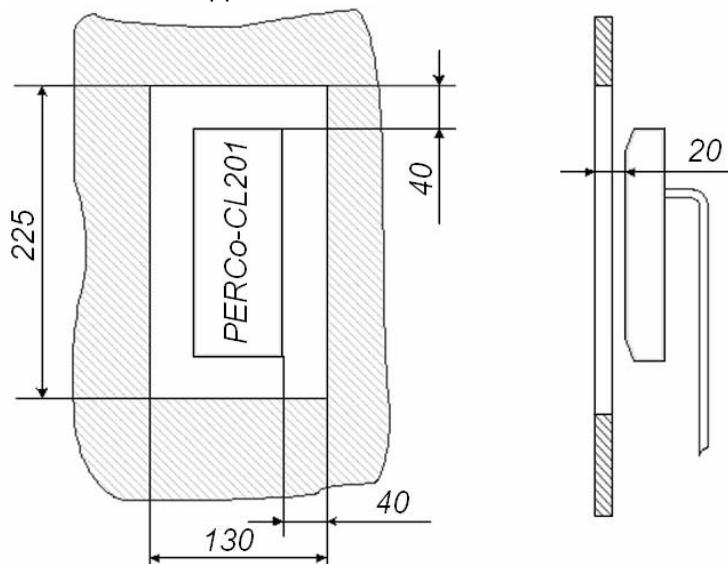

Рисунок 2. Установка контроллера за металлической поверхностью
- При установке за металлической поверхностью в ней необходимо вырезать окно, напротив которого равноудалено от краев окна и устанавливается контроллер (см. рис. 2), при этом размеры окна должны быть не менее 225×130 мм. Само окно может быть закрыто неметаллической вставкой (например, из пласти массы), а контроллер может быть утоплен вглубь окна на расстояние не более 20 мм от внешней стороны металлической поверхности – дальность считывания кода при таком способе монтажа уменьшается на 30 - 50%;